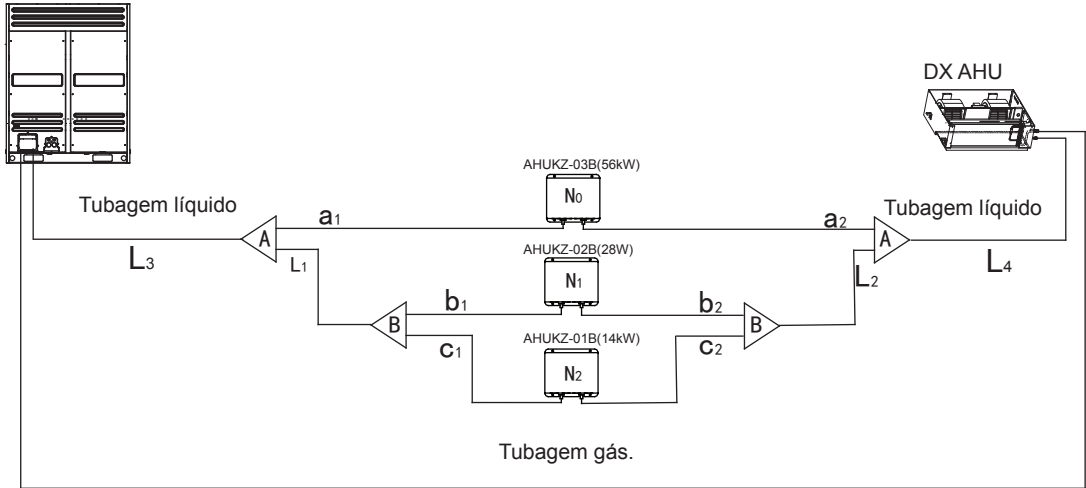

Fig. 6-1
Nome do tubo	Código(ver Fig. 6-1)
e.x.1: Ver Fig. 6-1 , a capacidade da caixa do controlador a jusante para L4 é 560+280+140=980, o tubo é Φ19.1.